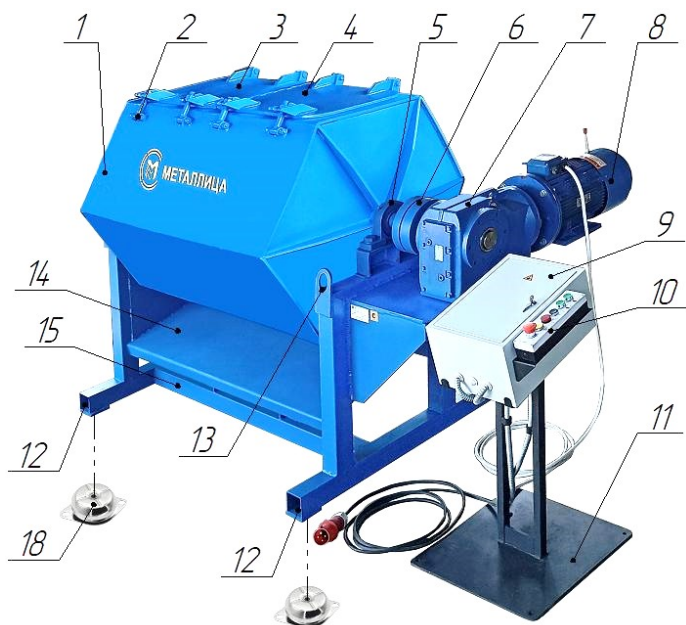
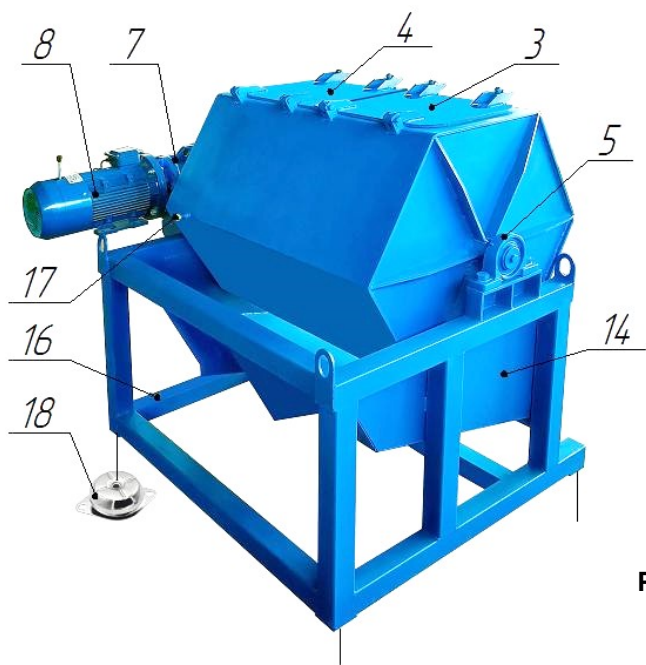

Рис.1
Рис.2
5.1. Устройство галтовочного барабана (Рис.1, Рис.2)
- убедиться в надёжности крепления крышки загрузочного люка 3,4(Рис.1) затворами 2 (Рис.1)